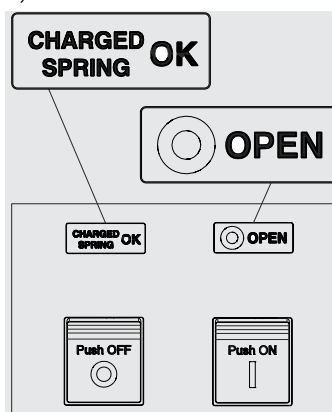

Figura 50
2. Interruptor abierto con resortes cargados (véase Figura 50).